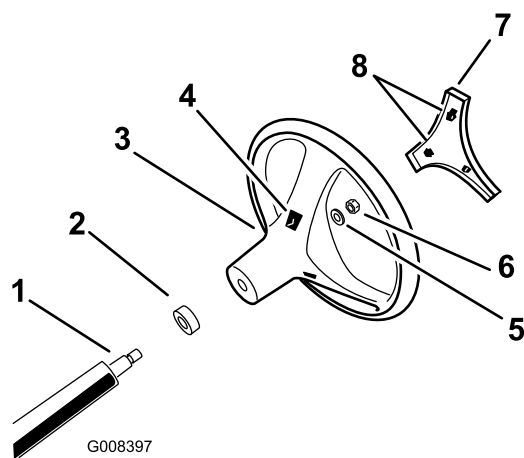

図 3
5. ハンドルをシャフトにはめ込み、ナットで固定する (図 3)。